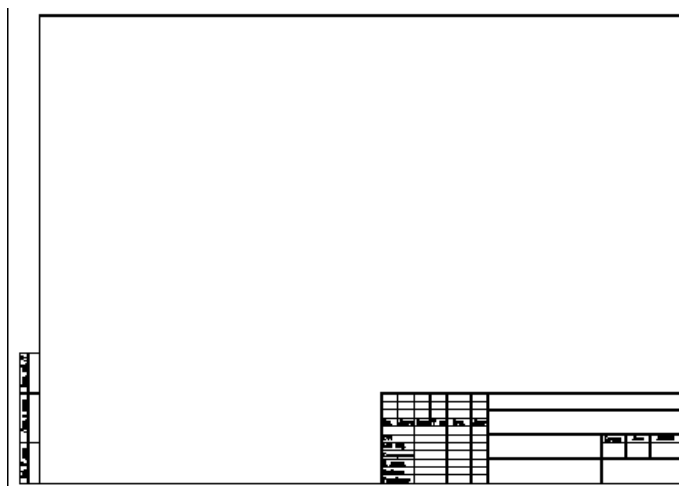

Рис. 23.7. Компоновка чертежа со вставленной рамкой и штампом чертежа
8. Нарисуйте на листе бумаги границы выводимого формата со штампом или вставьте готовый шаблон, как блок или внешнюю ссылку (рис. 23.7).